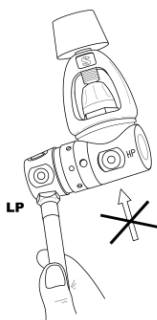

fig. 1
Conectati furtun de presiune joasa (LP) la inflator sau la A.I.R. 2 si la un port LP de la treapta I, acesta trebuie sa aiba acelasi filet (fig. 1).